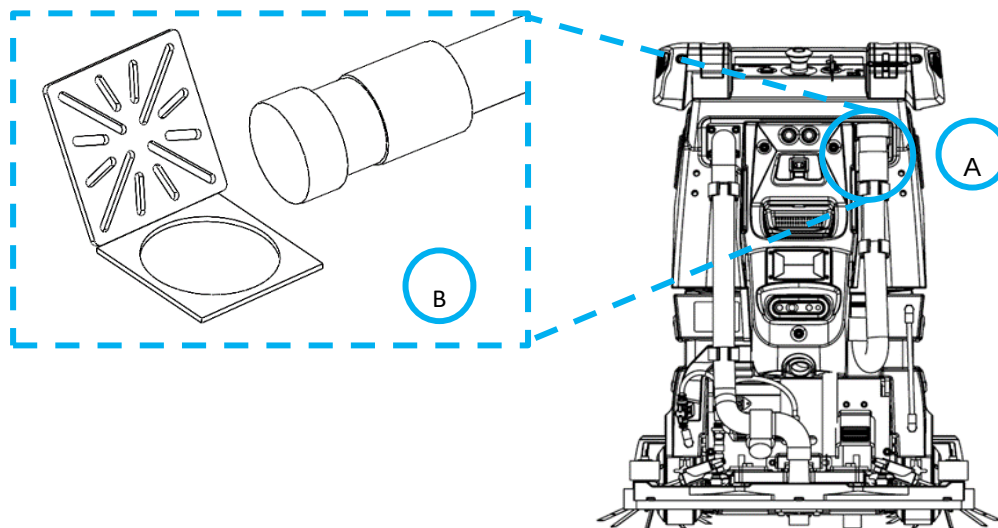

FIGURE 10-2
1. Détachez le tuyau de vidange manuel des crochets de maintien fournis **(A)** (Fig. 10-2).
2. Orientez le tuyau vers un égout ou un lieu de disposition désigné et débouchez le tuyau **(B)** (Fig. 10-2).